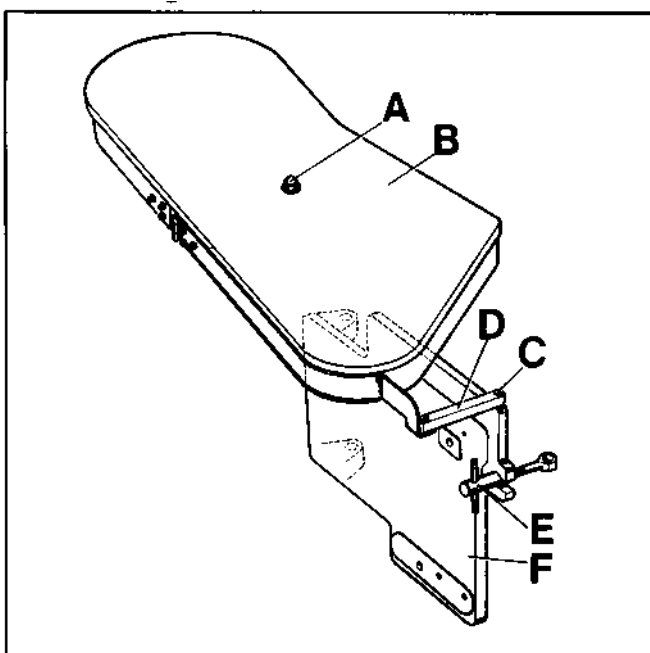

Fig. 3
Loosen cap nut (A, Fig. 3) and remove the belt guard cover (B).
Lösen Sie die Hutmutter (A, Fig. 3) und entfernen Sie den Riemenschutzdeckel (B).
Now push back the hinged mounting plate (F, Fig. 3) with the attached sewing machine and lock it with tommy nut (E). Refasten connecting rod (D) with screw (C) on mounting plate (F). Remount belt guard cover (B) and secure it with cap nut (A).
Drücken Sie nun die schwenkbare Aufnahmeplatte (F, Fig. 3) mit der Nähmaschine nach hinten und ziehen Sie diese mit der Knebelmutter (E) fest. Befestigen Sie die Verbindungsstange (D) mit der Schraube (C) wieder an der Aufnahmeplatte (F). Setzen Sie den Riemenschutzdeckel (B) ein und befestigen Sie ihn mit der Hutmutter (A).